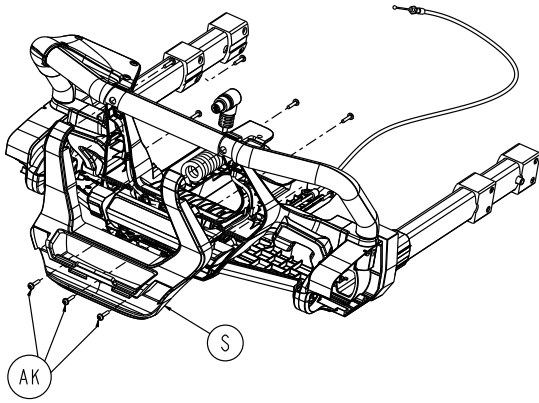

Figure 89 – Retirer le boîtier du côté pieds
9. À l'aide d'une clé Torx T20, retirer les trois vis de taraudage à tête ronde à embase (AK) du boîtier du côté pieds (S) (Figure 89). Retirer le boîtier du côté pieds avant. Conserver toutes les pièces.